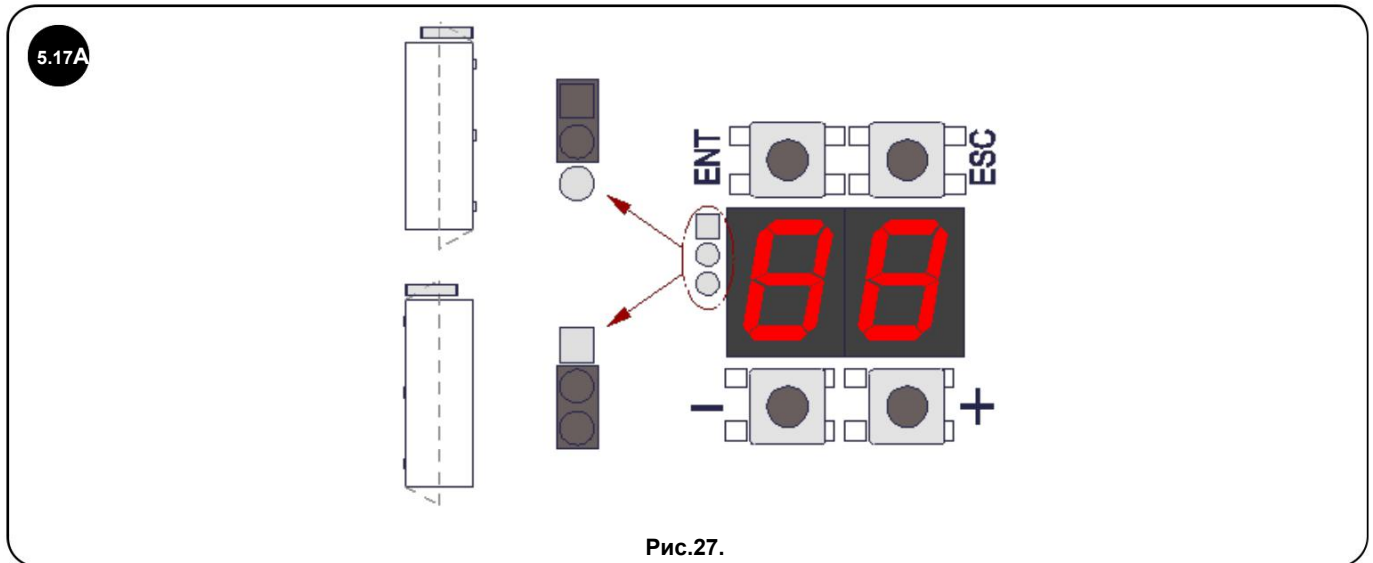

Рис.27.
Два семисегментних дисплея, показані на рис. 27 і розташовані на електронній картці за допомогою 4 кнопок, керують основними параметрами та розширеними опціями управління оператором при різних типах установки.
Для коректного перегляду дисплея налаштуйте перемикачку відповідно до тієї сторони, на якій відкриватимуться дверцята, зазначеної на рис. 27. Його можна запрограмувати наступним чином:
- Поверніть перемикач (A) у положення ON.
- Переконайтеся, що дисплей вмикається і чи відображається E6: при необхідності налаштуйте перемикачку, щоб правильно бачити дисплей (див. Рис. 27);